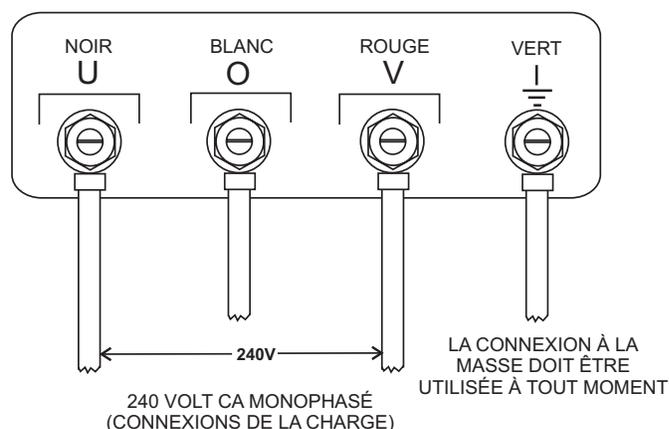

Figure 15. Pattes de Borne de Sortie Connexion Monophasée 240
1. Connectez les fils de charge aux *pattes de borne de sortie* comme indiqué sur la Figure 15.